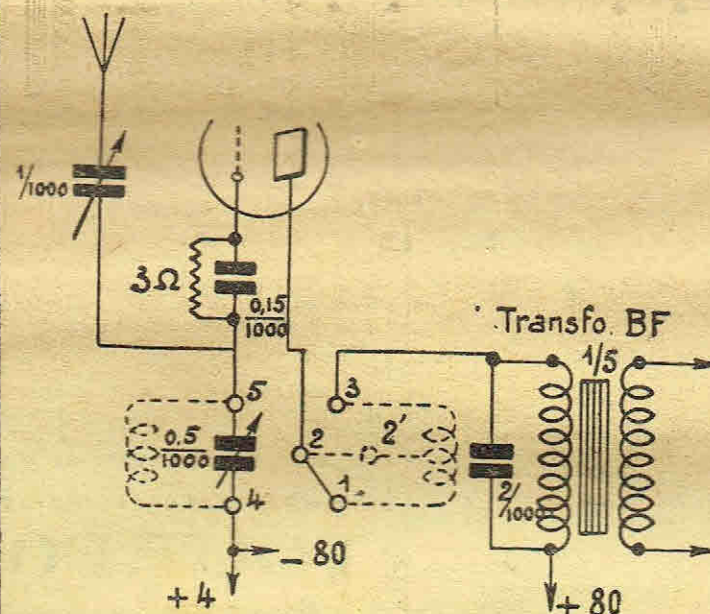

FIG. 3.
Pour nous servir de cette bobine qui sera insérée dans le circuit de plaque immédiatement après la plaque (fig. 3), nous agirons d'une manière un peu spéciale. Les broches du pivot seront déplacées l'une relativement à l'autre. Les broches extrême étant en alignement droit, ce sera la broche du milieu qui sera déplacée (fig. 3 bis). Nous aurons alors un dispositif qui nous permettra par simple renversement de la bobine d'obtenir une réaction grandes ondes ou petites ondes (se reporter à la fig. 3). Quand la bobine aura ses broches dans les douilles 1-2-3, la portion 2-3, qui est seule en circuit, va agir, car l'autre partie située entre les broches 1-2 est court-circuitée. Si nous retournons la bobine, nous savons que le flux reste de même sens et par conséquent, à ce moment, la broche 2 n'étant pas dans la douille 2, mais en 2', c'est-à-dire « en l'air », l'une des parties du bobinage ne sera pas court-circuit-
Dans le poste, si la grille est reliée à la douille (5) (fig. 3) et le positif de la batterie de chauffage à la douille (4) (fig. 3), la plaque devra être connectée à la broche inférieure (1) et la batterie de pla-
FIG. 3 bis.
que à la borne (3) (fig. 3); avec ce montage on utilisera des bobines ayant *uniquement* des enroulements, soit *croisés*, soit *non croisés* à volonté, mais l'une ou l'autre seulement de ces deux catégories.